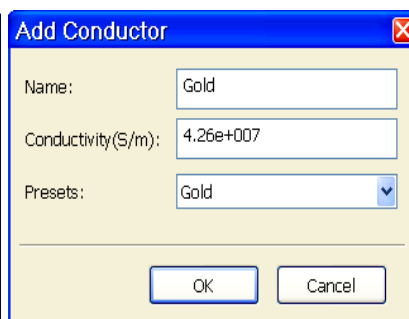

Рис. 6.12
7. Щёлкните мышкой по кнопке **Add** для **Conductor Definitions**, чтобы добавить материал проводника. Откроется дополнительное диалоговое окно **Add Conductor** (рис. 6.12). В поле **Presets** введите **Gold**, остальные поля этого окна заполнятся автоматически. Нажмите **OK**.